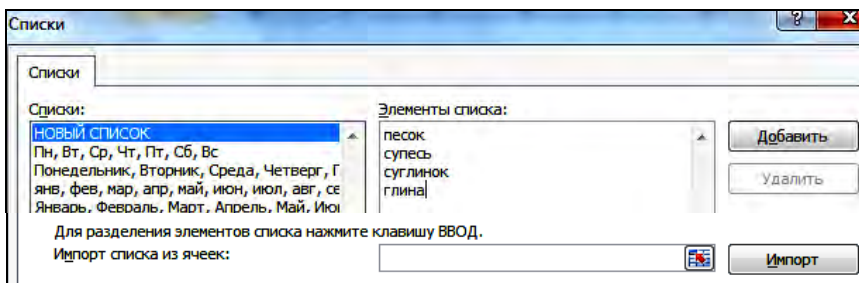

Рис. 1.1. Создание пользовательского списка
4. По завершении ввода списка нажать кнопку *Добавить*. Выбранные для списка элементы будут добавлены в поле *Списки* (рис. 1.1).